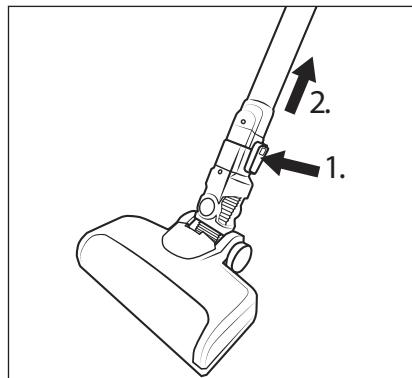

Fig. 12
- ♦ Per rimuovere la spazzola per pavimenti ② dal tubo di aspirazione ④, tenere premuto il tasto di sblocco della spazzola per pavimenti ③ e sfilare il tubo di aspirazione ④ dalla spazzola per pavimenti ② (vedere fig. 12).